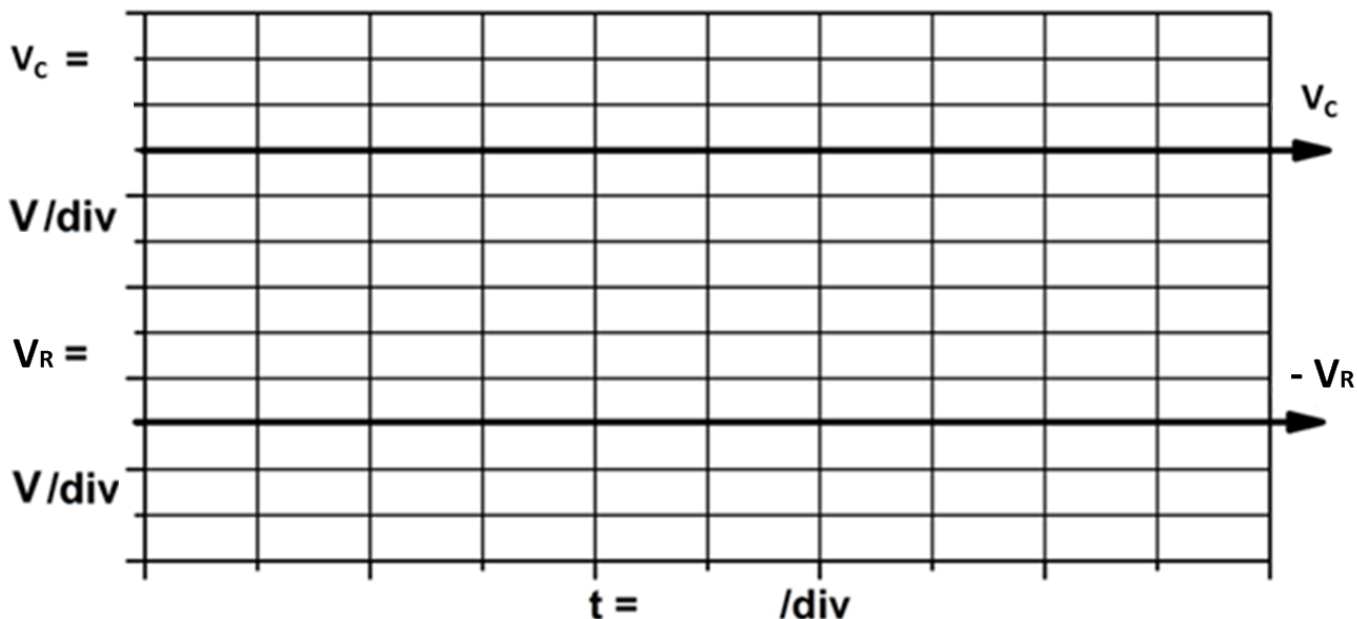

Figura 2 – Formas de onda de V_C e $-V_R$.
Desenhe a forma de onda de V_C e $-V_R$ no gráfico da Figura 2 (lembre-se da convenção de gerador/receptor e que $-V_R$ é proporcional à corrente). Ajuste o osciloscópio para que seja observado dois a três períodos.
1. Analise e discuta as forma de onda dos sinais da **Figura 2**.
2. Em relação à **Tabela 2** compare os valores do período do sinal (T) e a constante de tempo do circuito R.C (τ) e discuta esta relação.